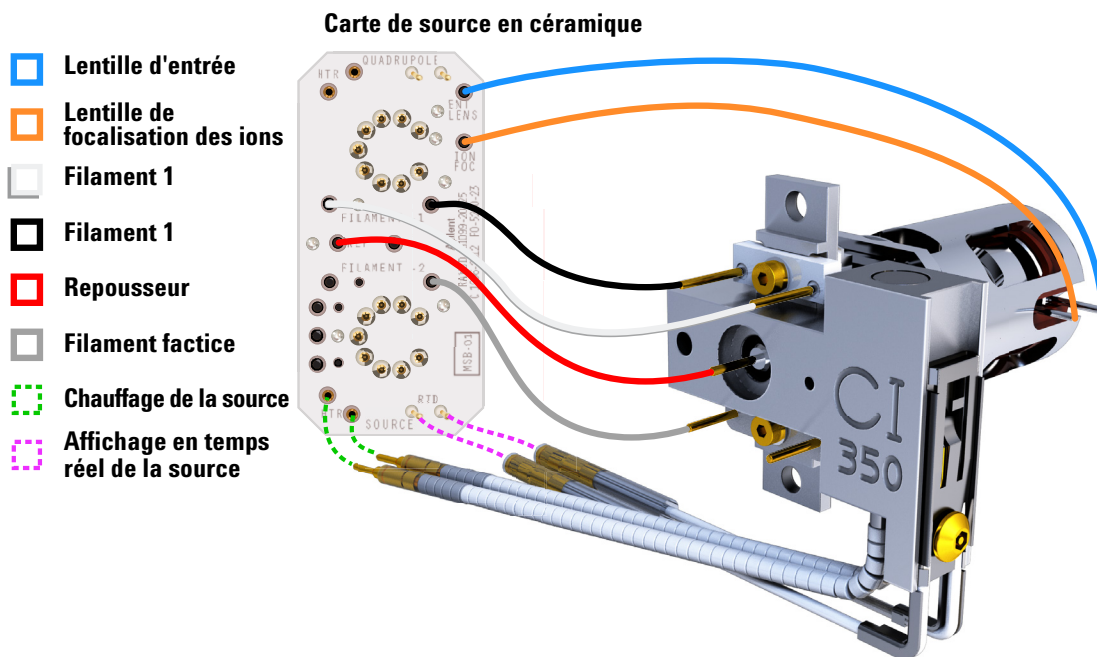

Figure 72 Câblage reliant la carte de source en céramique et la source
- 1 Utiliser des pinces pour brancher/débrancher les fils de la carte en céramique (rouge, blanc, noir et gris) au niveau des connecteurs de la source. (Voir **Figure 72.**)
- 2 Utiliser des pinces pour brancher/débrancher les fils du chauffage de la source au niveau de la carte de source en céramique. (Voir **Figure 72.**)